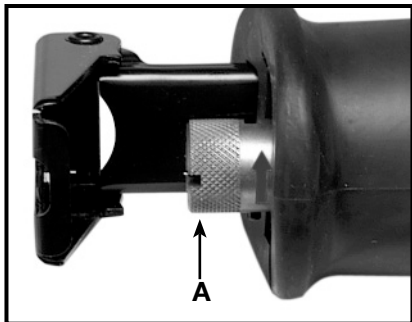

Fig. 1
1. Hay que tener el árbol alternativo (eje de vaivén) totalmente extendido para permitir entrada al collar de seguridad de la segueta (A) Fig. 1, de *Quick-Change™*. Si es necesario, apriete ligeramente el gatillo para mover el árbol alternativo hasta su posición extendida (como está ilustrado en la Fig. 1).